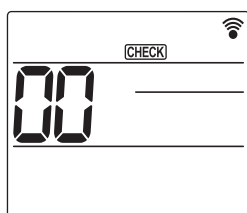

Fig. 6-7
- ① Attivare l'alimentazione almeno 12 ore prima della prova di funzionamento.
- ② Premere il pulsante [MENU] per 5 secondi. (Fig. 6-7)